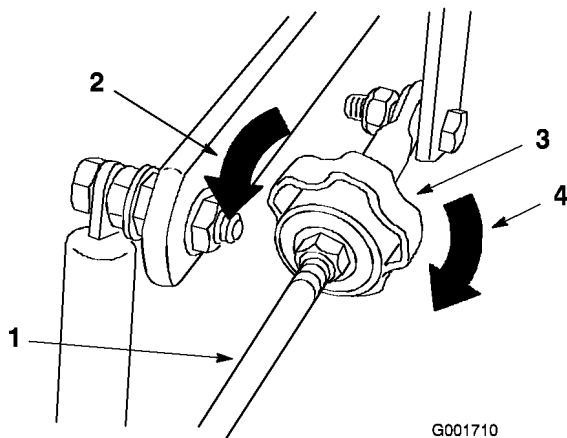

Figure 42
4. Réglez la correction directionnelle comme suit (Figure 42) :